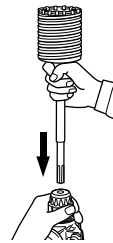

Fig. 27
- (2) Montar la espiga de la barrena tubular en el martillo perforador. (Fig. 27)